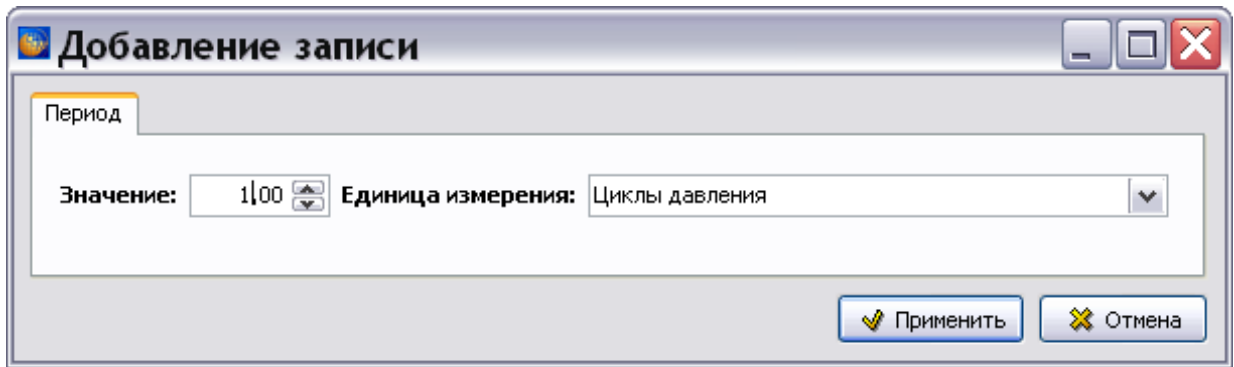

Рисунок 355
- 2) Щелкните левой кнопкой мыши по полю интервалов обслуживания и нажмите на кнопку **Добавить** на панели инструментов редактора. После этого откроется окно **Добавление записи** (рисунок 355).